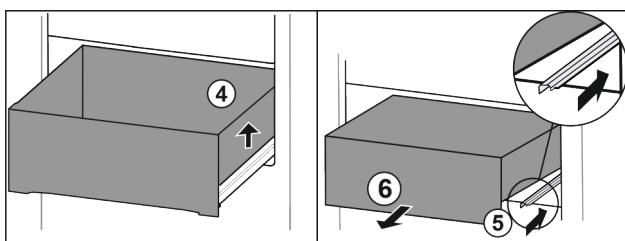

Fig. 15
- Підняти висувний ящик праворуч Fig. 15 (4).
- Вставити праву рейку Fig. 15 (5).
- Вийняти висувний ящик рухом вперед Fig. 15 (6).